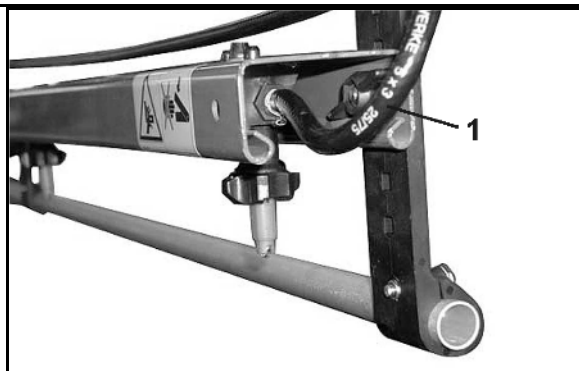

Fig. 108
- ermöglicht bei eingeschaltetem Druck-Umlauf-System einen ständigen Flüssigkeits-Umlauf in der Spritzleitung. Hierzu ist jeder Teilbreite ein Spülanschluss-Schlauch (Fig. 108/1) zugeordnet.
- ein Spülanschluss-Schlauch (Fig. 108/1) pro Teilbreite.